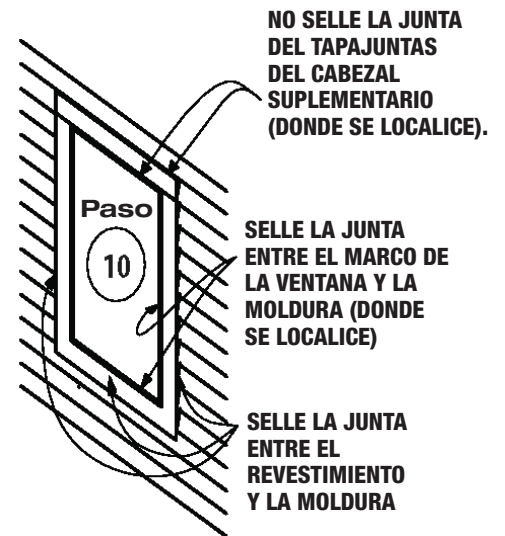

Figura 11 Instalación del revestimiento.
Paso 10. Instale la moldura y/o el revestimiento exterior de la pared alrededor del perímetro de la ventana. Selle las juntas perimetrales siguiendo las recomendaciones de los fabricantes de revestimientos y ventanas (ver la Figura 11).